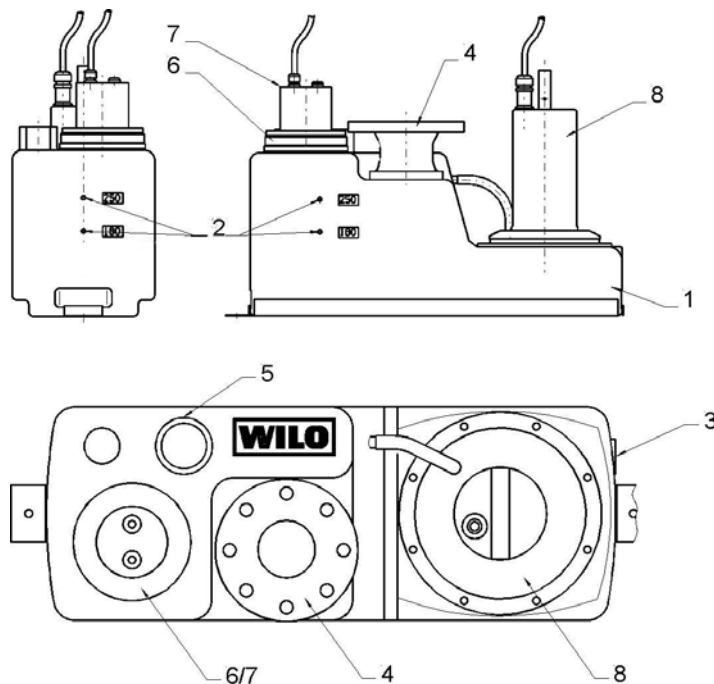

Рис. 1. Описание установки (Раздел 4.1)
4.1 Описание установки (Рис. 1)
■ **Соединительный** штуцер **DN70** для вентиляционного трубопровода находится над резервуаром (см. Рис. 1). Вентиляционный трубопровод крепится к резервуару с помощью соединительного элемента "Konfix". Для присоединения к вентиляционному трубопроводу необходимо открыть соединительный элемент Konfix посредством разрывания накладки. Вентиляционную трубу необходимо всего лишь вставить. Стандарт EN 12056-4 предписывает обязательное использование вентиляционного трубопровода для правильного функционирования установки!